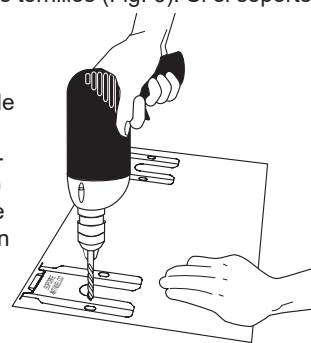

Fig. 6
- b. **Taladre los agujeros y fije el soporte** - Taladre un agujero piloto de 1/8" donde se instalarán los tornillos (Fig. 6). Si el soporte se instala en la pared, realice